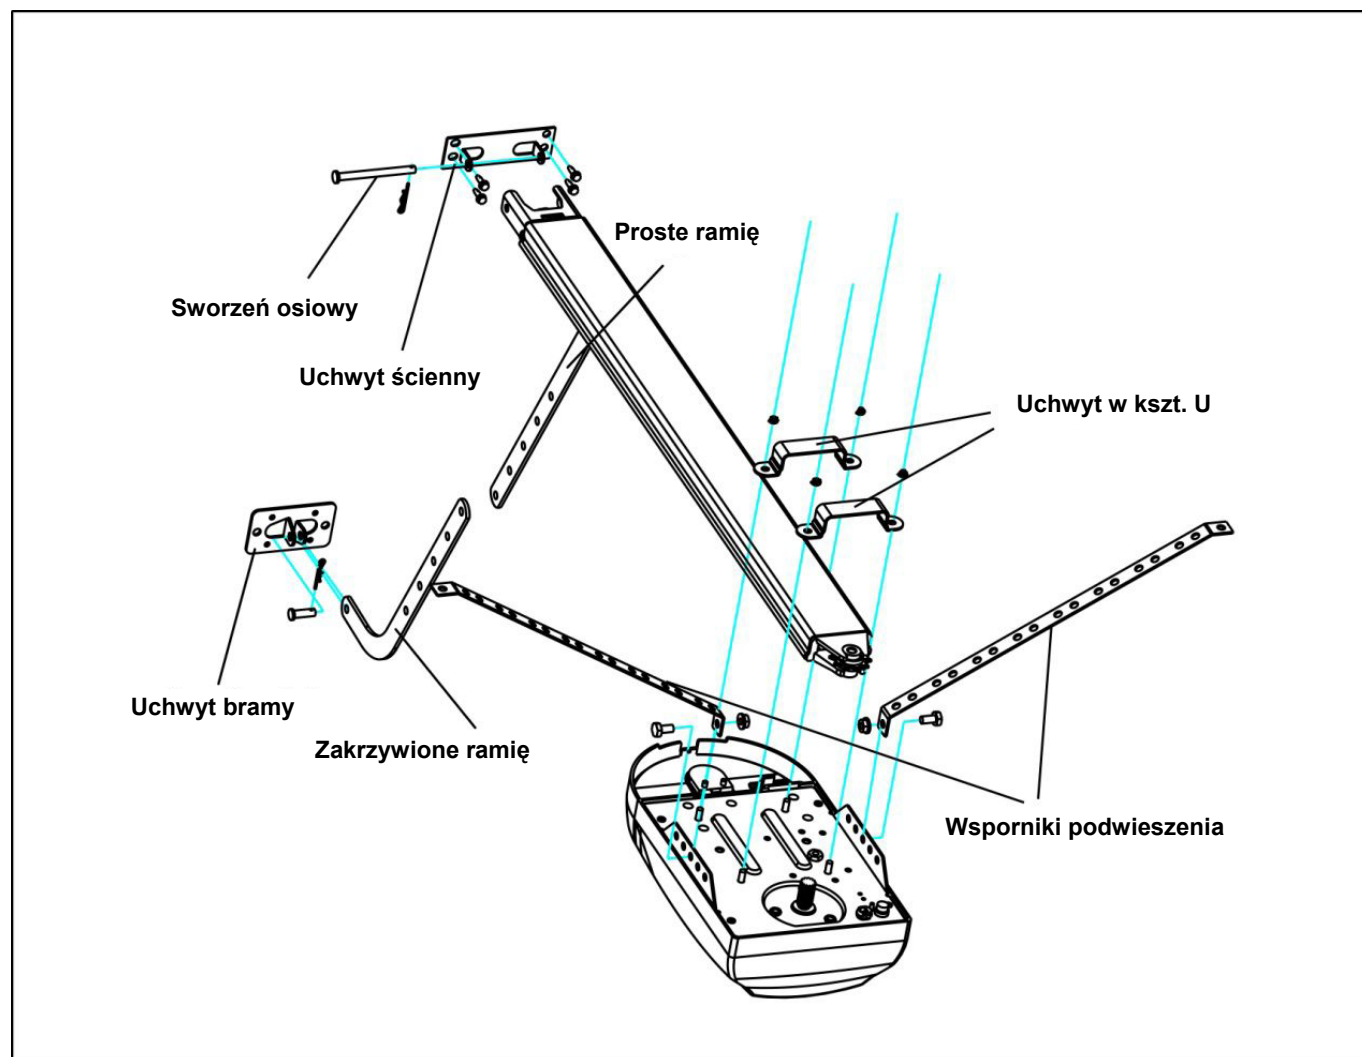

FIG. 4
2. Zamocować prowadnicę stalową do uchwyty ściennego poprzez sworzeń osiowy. (Fig. 4)